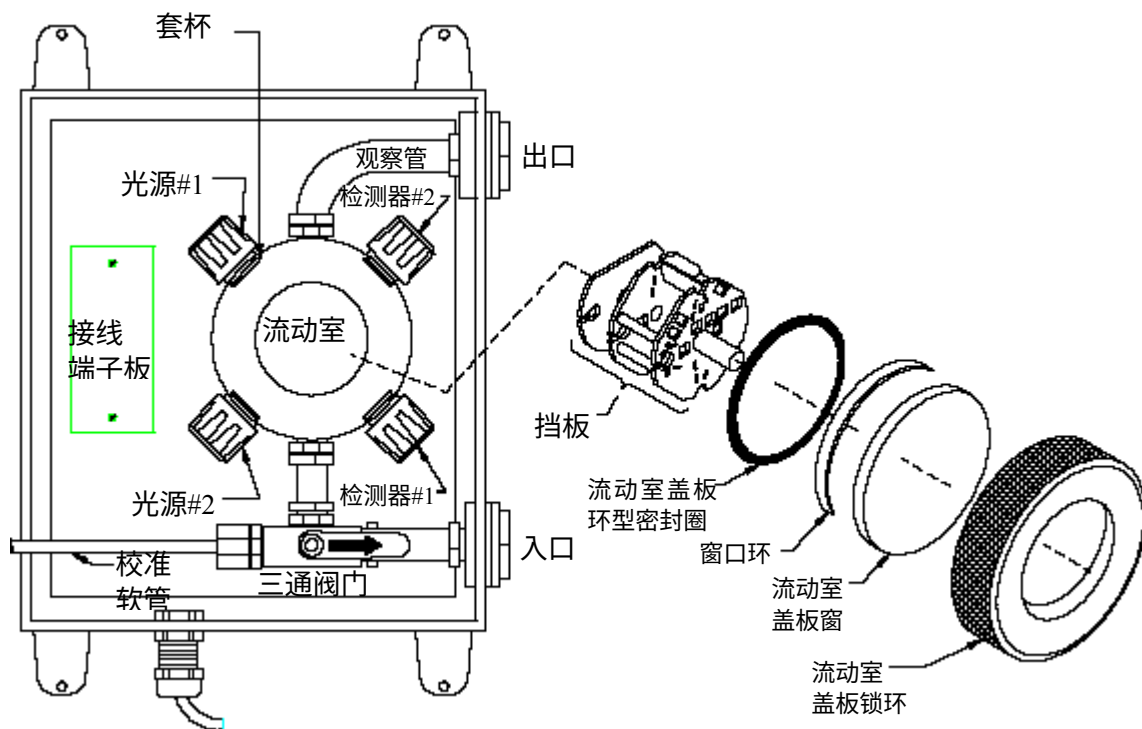

图4-2 高压设计传感器——零件说明图
**注意：**对于高压设计的传感器（图 4-2），通过逆时针旋松锁环来将流动室盖板的锁环和观察窗拆下。
**注意：**对于高压设计的传感器 (图 4-2)，通过逆时针旋松锁环来将流动室盖板的锁环和观察窗拆下。